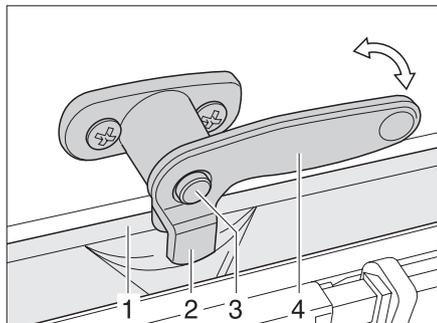

Fig. 27 Levier de verrouillage avec bouton de sécurité en position "Aération permanente"
- ▶ Si présent, enfoncer le bouton de sécurité (Fig. 27,3) et le maintenir enfoncé.